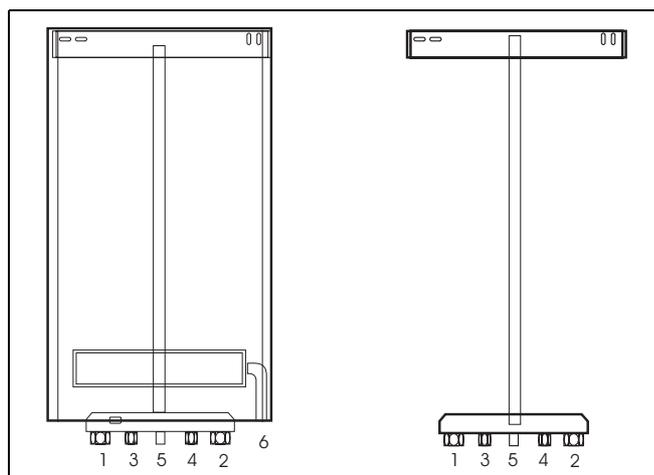

Fig. 3 Per la dima di montaggio ed i raccordi
- Montare la parte inferiore della dima di montaggio utilizzando le strisce distanziali di plastica (vedi fig. 3).
- Collegare l'apparecchio alla parte inferiore della dima di montaggio (fig. 3).
I raccordi per collegare i tubi di ritorno e di mandata del circuito di riscaldamento sono stati predisposti nella parte inferiore dell'apparecchio (fig. 3). Le misure dei raccordi sono indicate nel capitolo 4.